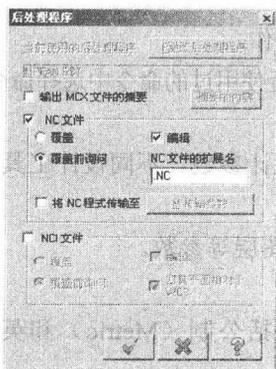

图 1-30 【后处理程序】对话框
(1) 在界面的左侧【刀具路径】选项卡顶部单击  按钮，打开如图 1-30 所示的【后处理程序】对话框，设置后处理参数后单击  按钮。